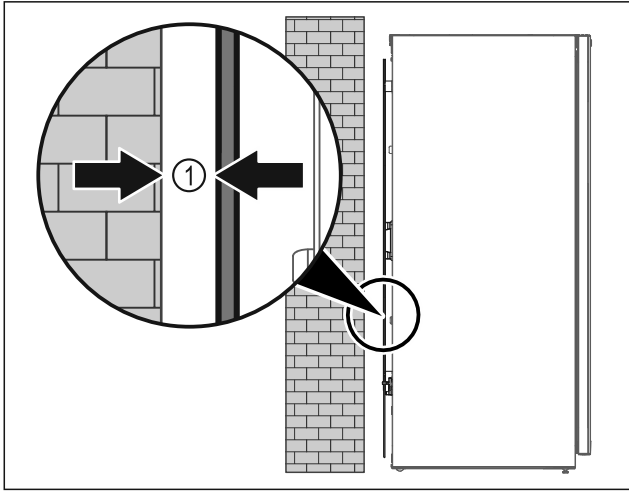

Fig. 4
- ▶ Állítsa fel a készüléket szabadon a helyiségben, vagy közvetlenül a fal mellé legalább 5 mm Fig. 4 [1] minimális távolságban.